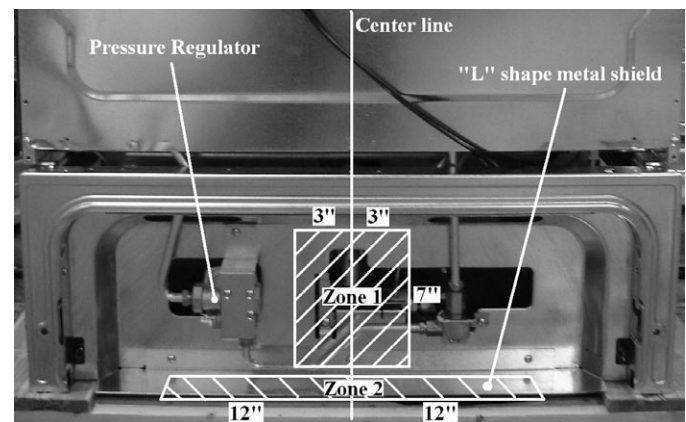

Figura 2
**La tubería de suministro de gas puede salir tanto de la pared (Figura 2, zona 1) o como del piso (Figura 2, zona 2):**